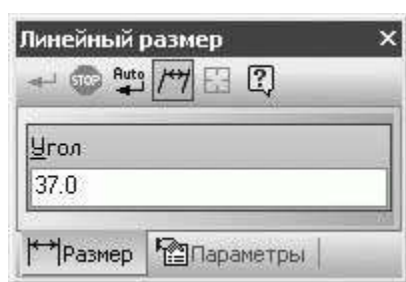

Рис. 2.49. Задание угла наклона линий-выносок
6. После фиксации размерной линии нажмите кнопку **Наклонить размер**  на панели специального управления. При этом на панели свойств должно отобразиться поле **Угол** для задания угла наклона (рис. 2.49).